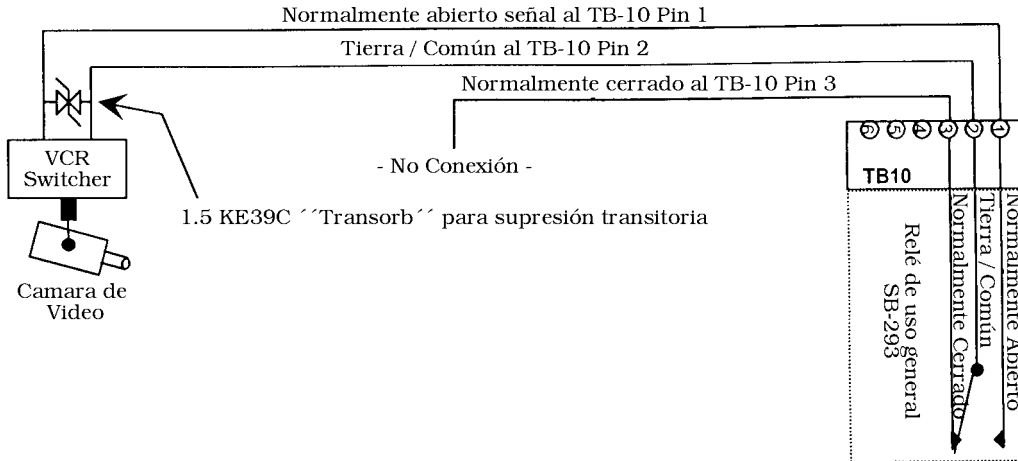

Figura 10: Salida de Uso General – Conexión de Relé Normalmente Abierto
- Ve a Figura 10 para un dibujo de ejemplo de Relé de Salida de Uso General (GP) N/A.